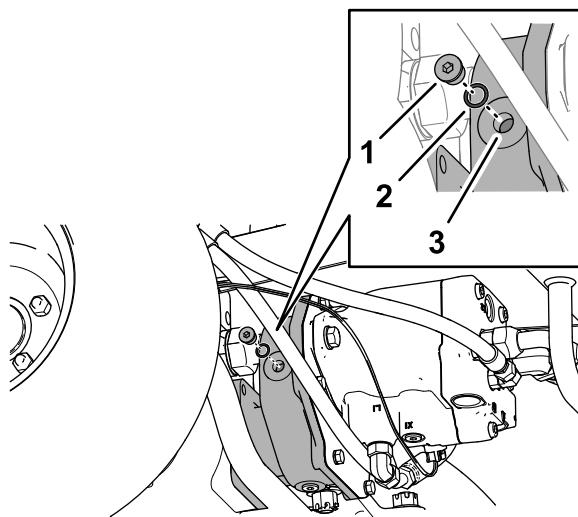

Figure 99
2. Retirez le bouchon de contrôle/remplissage sur le côté gauche du carter du réducteur (Figure 99).